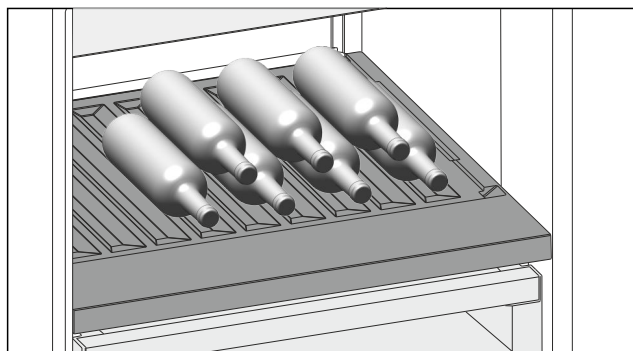

Fig. 222 Immagine a titolo di esempio
- Inserire le bottiglie con il fondo rivolto verso la parte posteriore. (vedere Fig. 222)